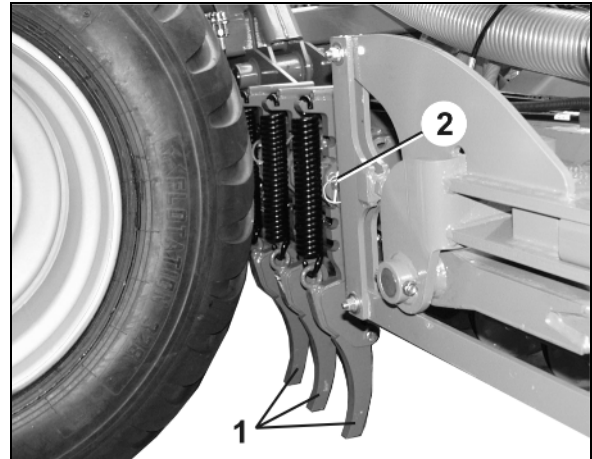

Fig. 101
4. Skub stigen op, og sørg for at sikre den (Fig. 101/1).